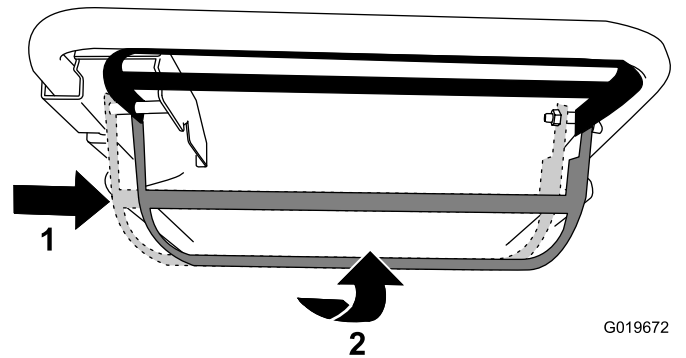

Figure 16
- **Pour utiliser l'autopropulsion et engager la lame :** Déplacez la barre de commande de la lame complètement à droite et relevez-la contre le guidon (Figure 16).